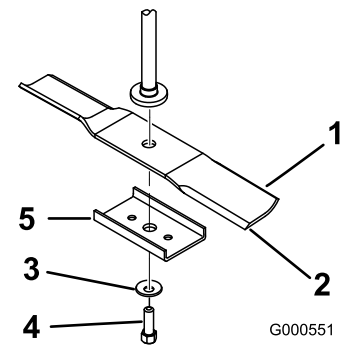

Figure 45
Tenez la lame à son extrémité avec un chiffon ou un gant épais. Enlevez de l'axe le boulon, la rondelle bombée, le renfort et la lame de l'axe (Figure 45).
1. Placez la lame sur l'axe (Figure 45).
- Montez le renfort, la rondelle bombée (face concave vers la lame) et le boulon de lame (Figure 45).